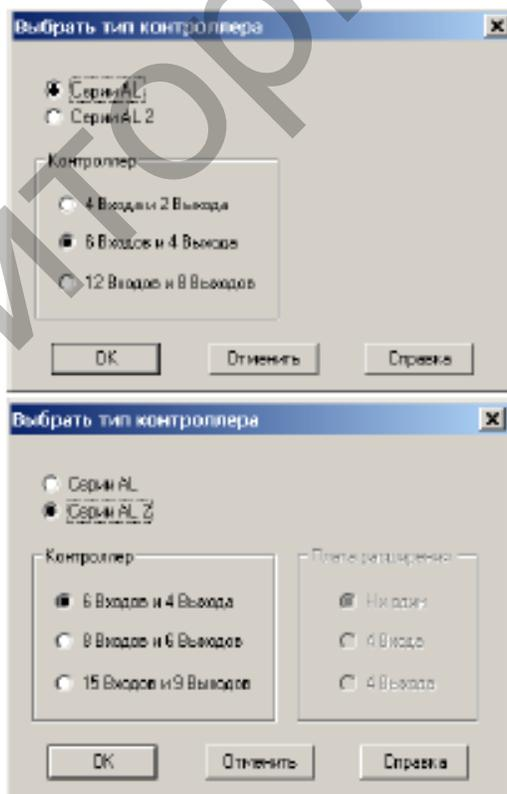

Рисунок 6.1 – Создание нового файла
**Чтобы открыть новый файл:** (рисунок 6.1)